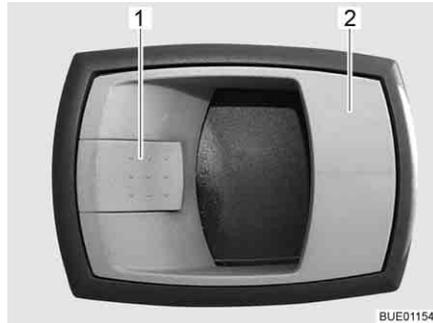

Fig. 32 Cerradura de la puerta de entrada, en el interior
*Abrir:* ■ Tirar del tirador (Fig. 32,2). Se desbloqueó la cerradura de la puerta.
*Bloquear:* ■ Presionar la palanca de retención (Fig. 32,1).